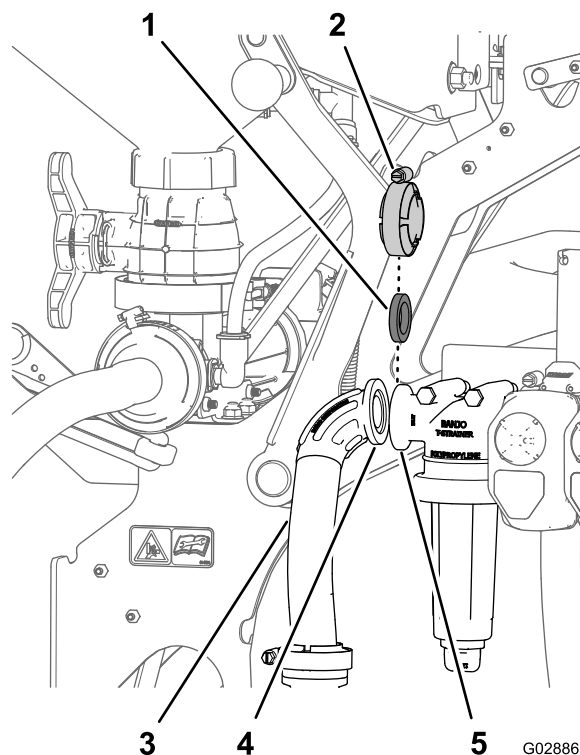

図 28
1. インレットホースの 90° フィッティングのフランジを、圧力フィルタヘッドのフランジに合わせる 図 28。
2. ガasketとフランジ付きクランプ 図 28 これは 1 エダクタバルブの取りつけ準備を行う (ページ 11) で外したものを、インレットホースを圧力フィルタヘッドに固定する。